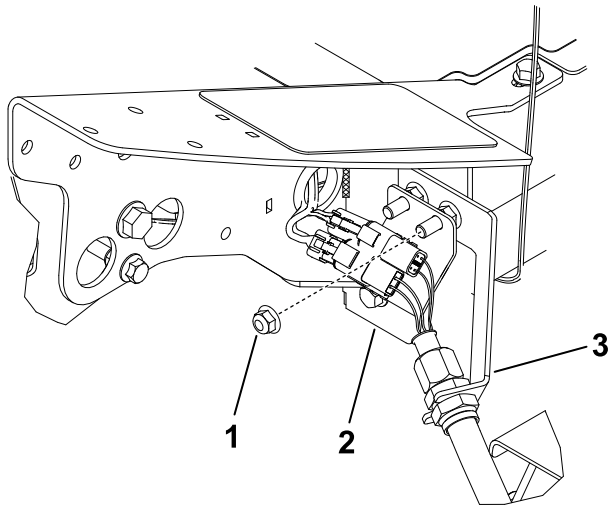

Figura 24
1. En la esquina delantera izquierda del bastidor (posición de la unidad de corte N° 4), retire la tuerca con arandela prensada adicional del perno que sujeta el soporte de pasamuros a la máquina (Figura 24).
3. Instale la chapa de conexión en los pernos de montaje del pasamuros con los conectores posicionados según se indica en Figura 24.